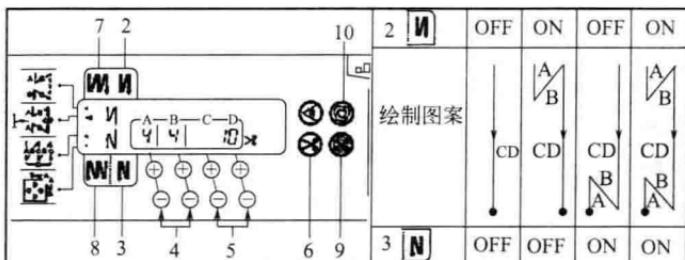

图 1-5 电脑控制板缝制尺寸设置
(1) 选择指定尺寸缝制图案 按下指定尺寸缝制图案按钮选择指定尺寸缝制图案后, 设定的针数和倒缝的状态被显示出来, 如图 1-5 所示。
(2) 变更指定尺寸缝制图案的针数 当需要变更指定尺寸缝制
如果选择了禁止切线，则在缝制结束后不进行切线操作，缝针在上停止位置停止。选择了单触发缝制（图 1-5 中 10 所示按钮），踩踏板后就可以以设定的速度连续地进行自动缝制。